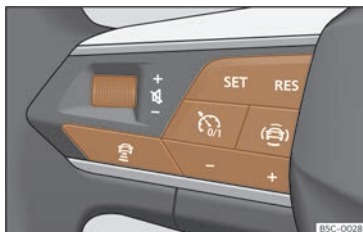

Fig. 110 Pe volanul multifuncțional: butoanele pentru operarea ACC.
- Apăsăți butonul de pe volanul multifuncțional >>> **fig. 110**.
- Pentru a începe reglarea, apăsați butonul **SET** >>> **fig. 110**.
Pentru a programa viteza, apăsați butoanele + sau - >>> **fig. 110** până la atingerea vitezei dorite. Viteza se reglează în intervale de 10 km/h (5 mph).
- Apăsăți butonul și apoi butonul + sau - >>> **fig. 110**.
● Apăsați scurt butonul  >>> **fig. 110** sau apăsați pedala de frână.